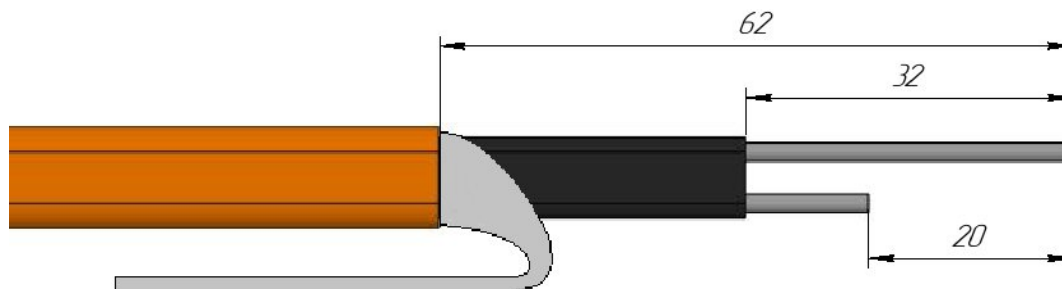

Рисунок 1
3.2.4 Удалить изоляцию и матрицу плоского кабеля на длину 32 ± 1 мм от края (рисунок 1).